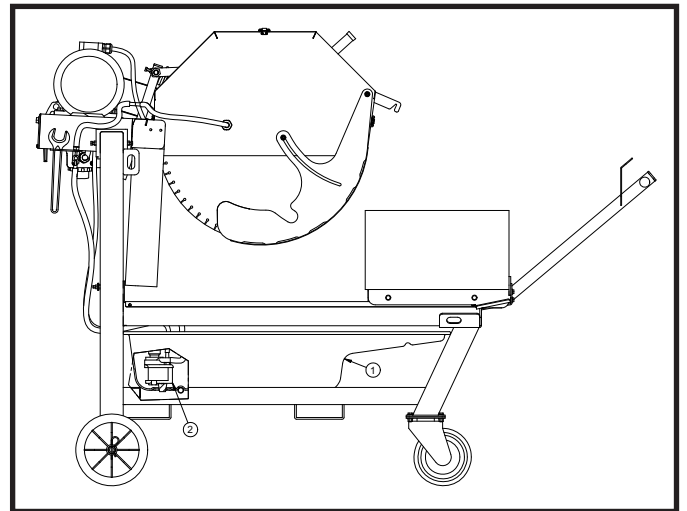

FIG. 7
17.2 Desmontaje del recipiente (ref.1, fig.7)